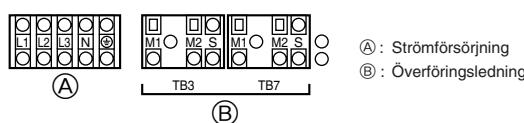

Fig. 6-1
6.2. Styrdosa och ledningarnas anslutningspositioner (Fig. 6-1)
- Anslut inomhusenhetsens överföringsledning till överföringens kopplingsplint (TB3) eller anslut ledningarna mellan utomhusenheterna eller ledningarna för det centraliserade styrenystemet till kopplingsplinten för centralstyrning (TB7). När skärmade kablar används ska den skärmade jordledningen på inomhusenhetsens överföringsledning anslutas till jordningsskruven (◎), anslut ledningens skärmade jordledning mellan utomhusenheterna och det centrala styrenystems överföringsledning till det skärmade uttaget (S) på kopplingsplinten för centralstyrning (TB7). För utomhusenheter vars strömförsljningskontakt CN41 har ersatts av CN40 ska det skärmade uttaget (S) på kopplingsplint (TB7) för centralstyrningssystemet också anslutas till jord (◎).